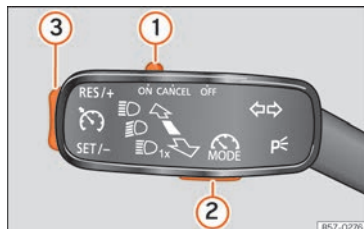
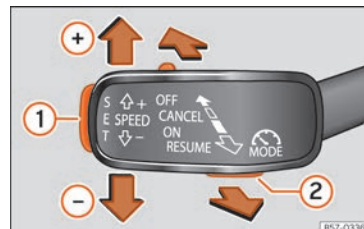

Fig. 225 En la palanca de los intermitentes: teclas para manejar el limitador de velocidad.
Fig. 226 A la izquierda de la columna de la dirección: teclas para manejar el limitador de velocidad.
Para cambiar entre los sistemas de asistencia a la conducción presione la tecla  » fig. 225 ② o » fig. 226 ②, a continuación, seleccione mediante la ruedecilla derecha del volante multifunción en el menú del cuadro de instrumentos y pulse la ruedecilla para confirmar la selección.
- Desplace el mando »» fig. 225 ① a la posición **ON** y presione la tecla »» fig. 225 ②.
- Durante la marcha, presione la tecla »» fig. 225 ③ por la zona **SET/-**.
Se puede ajustar la velocidad con la tecla »» fig. 225 ③:
- Desplace el mando »» fig. 225 ① a la posición **OFF**.
Si desea desactivar temporalmente el limitador de velocidad, p. ej., para adelantar, desplace el mando »» fig. 225 ① a la posición **CANCEL** o pulse la tecla »» fig. 225 ②.
Tras el adelantamiento, el limitador de velocidad se puede activar con la velocidad programada anteriormente pulsando la tecla »» fig. 225 ③ por la zona **RES/+**.
- Desplace la palanca hacia el volante a la posición **ON** y presione la tecla »» fig. 226 ②.
- Durante la marcha, presione la tecla **SET** »» fig. 226 ①.
- Presione la tecla **SET** » fig. 226 ① para reducir la velocidad en pasos pequeños de 1 km/h (1 mph).
Si desea desactivar temporalmente el limitador de velocidad, p. ej., para adelantar, desplace la palanca al punto de presión **CANCEL** o pulse la tecla » fig. 226 ②.